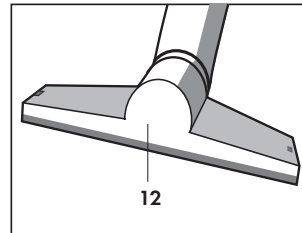

Fig. 12
SPAZZOLA MULTIUSO (Fig. 12)
Per la pulizia su moquettes, scaricare preventivamente la condensa premendo il pulsante rosso (10) posto sull'impugnatura (9) (Fig. 12).